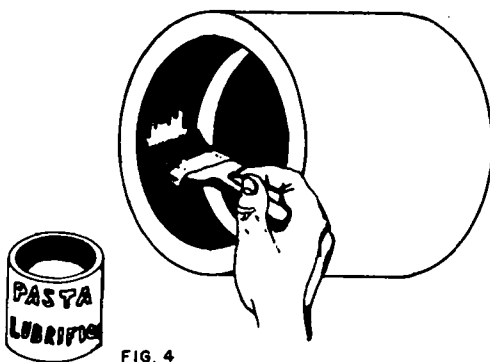

FIG. 4
3.º Passo – Aplique pasta lubrificante, em um dos anéis de borracha (fig. 4).